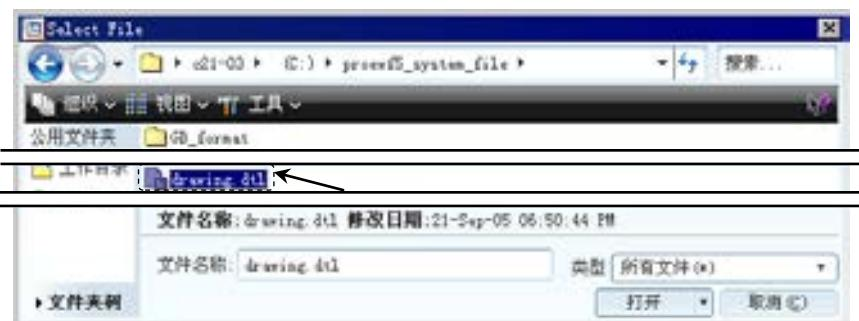

图 10.2.3 “Select File”对话框
③ 在图 10.2.3 所示的“Select File”对话框中，选取 C:\proewf5_system_file 目录中的文件 drawing.dtl，单击该对话框中的 打开 按钮。
④ 单击“选项”对话框右边的 添加/更改 按钮。